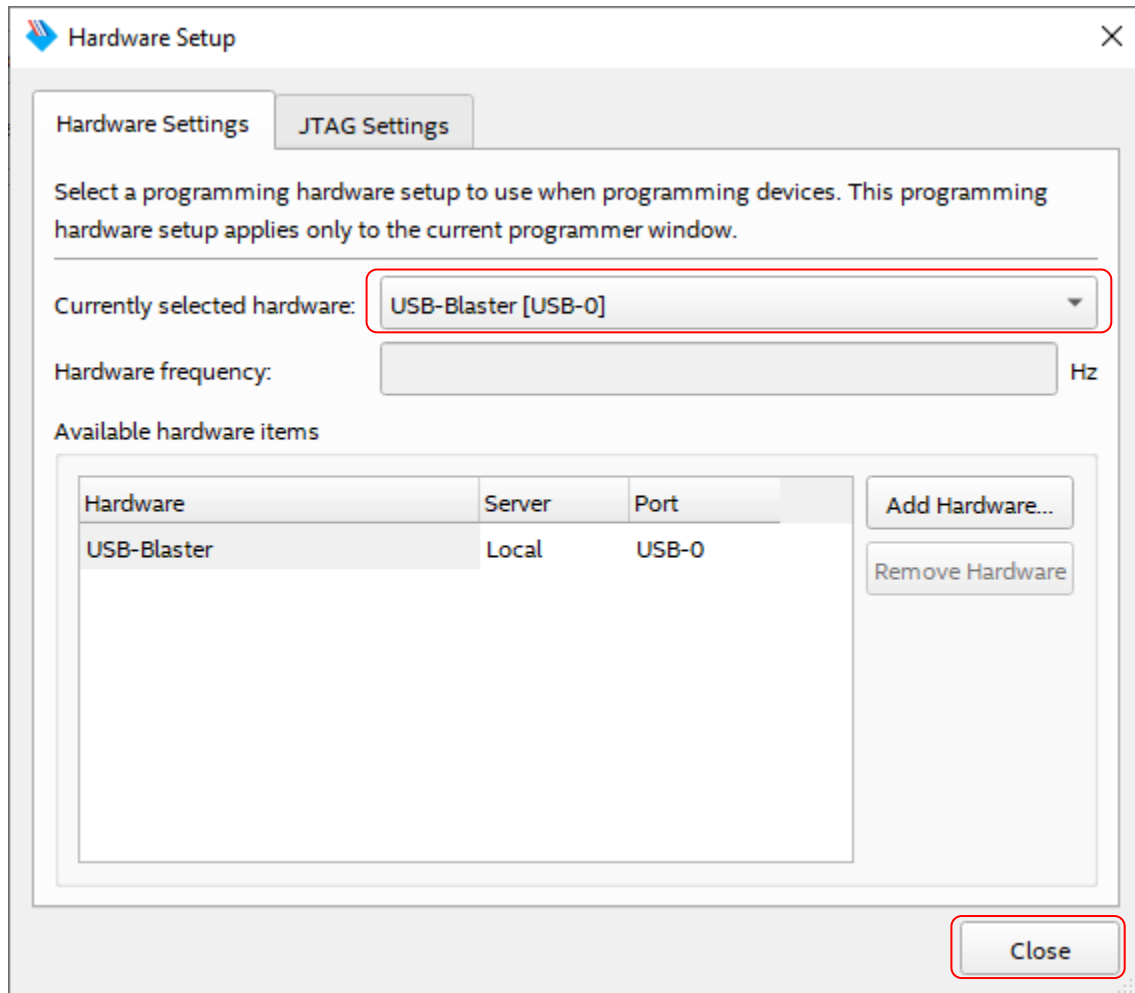

Fig. 7 – Ajuste do hardware *“USB-Blaster [USB-0]”*
10. Caso não apareça a opção ***“USB-Blaster [USB-0]”*** (na primeira vez que a placa **DE10-Lite** for ligada), clique em ***“Hardware Setup ...”*** e, na janela de ***“Hardware Setup”*** que se abre (**Fig. 7**), ajuste a opção ***“USB-Blaster [USB-0]”*** no campo ***“Currently selected hardware”***. Depois, clique em ***“Close”***.